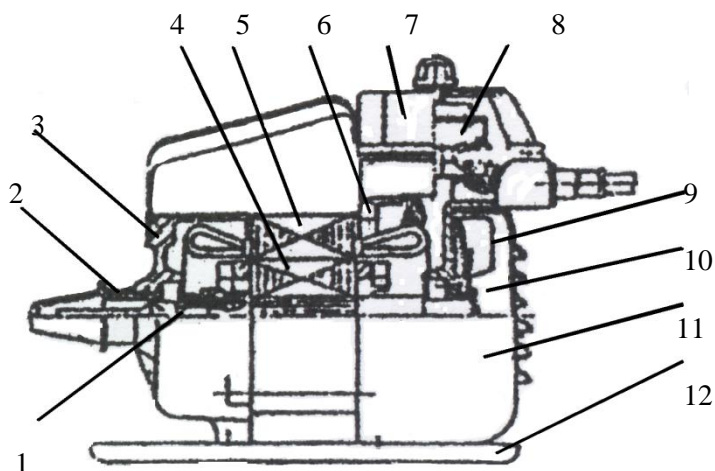

Рис. 2. Электродвигатель вибраторов ВИ-1-13-3, ВИ-1-16-3, ВИ-1-17-3,ВИ-75-3
5.3. Электродвигатель (рис.2) состоит из следующих основных частей: